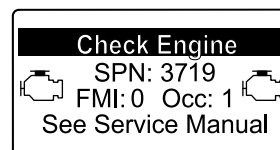

Figura 39
- Si se requiere una regeneración de recuperación, el InfoCenter muestra la advertencia del motor SPN 3719, FMI 16 (Figura 39), y la computadora del motor reduce la potencia del motor al 85 %.